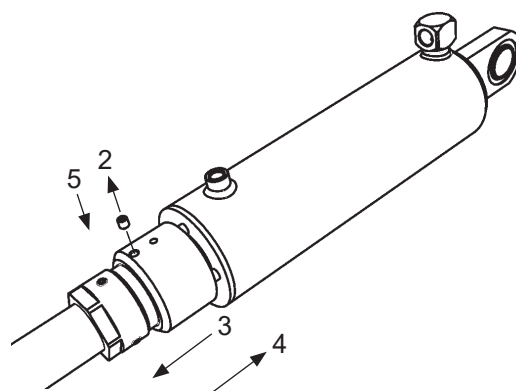

Bild 43. Anslag och dess låsskruv
2. Lossa anslagets låsskruv (2). Skruva anslaget helt tillbaka i riktning mot plattformen (3). Se Bild 43.
4. Justera anslaget helt mot cylinderns topp (4). Se Bild 43.
5. Drag fast låsskraven i anslaget (5). Se Bild 43.